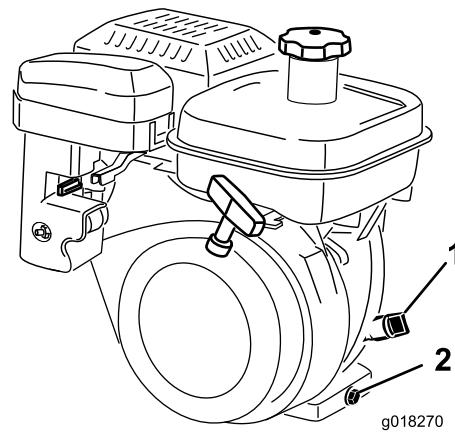

図 30
2. エンジンが水平になるように駐車し、オイルゲージの周囲をきれいに拭く図 30。
3. ゲージを左に回して抜きとる図 30。
5. ディップスティックをもう一度抜きとて、オイルの量を点検する。不足であれば、ゲージの H と L の中間位置になるまで補給する図 30。
2. 機体下にあるドレンプラグの下に廃油受けを置く図 30。